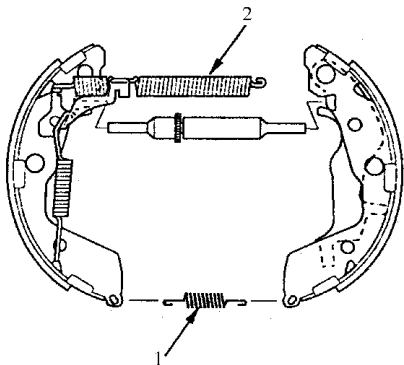

图 8-45 拆卸回位弹簧
3) 如图 8-45 所示，拆卸回位弹簧，从轮毂上拆卸制动蹄总成。